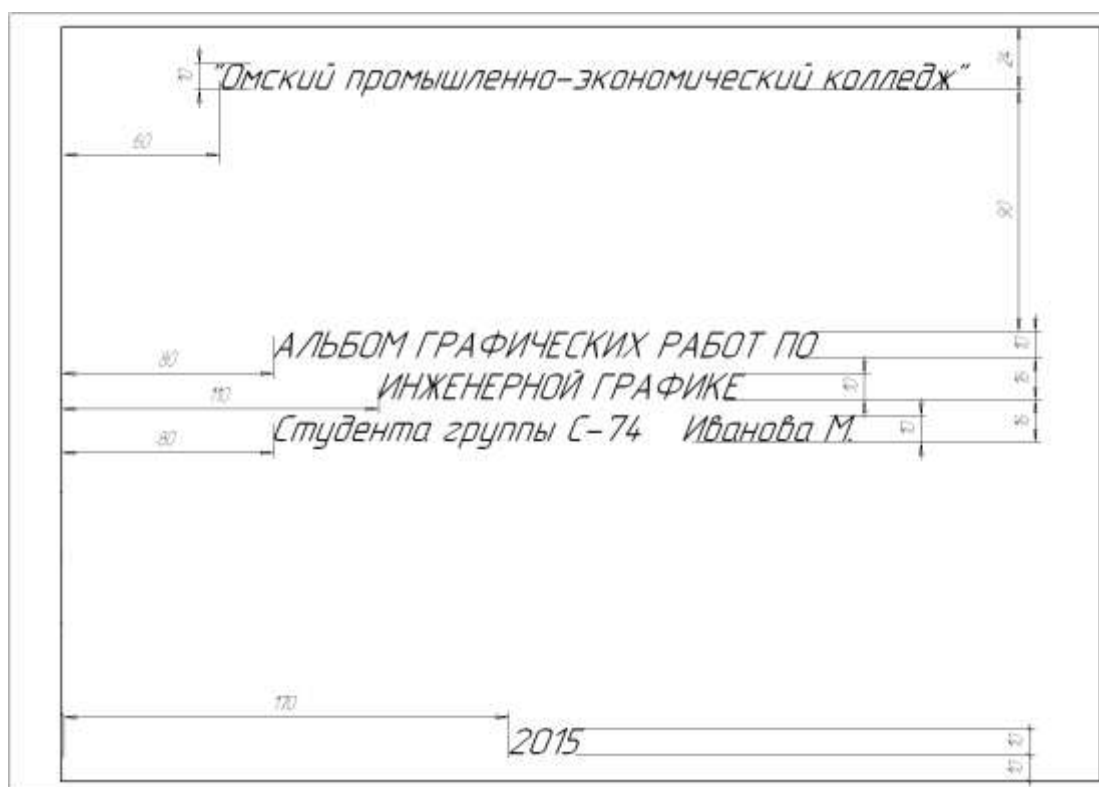

Рисунок 1 – Упрощенная вспомогательная сетка для написания чертежного шрифта
3.Выполнить правильно компоновку чертежа (проведите горизонтальные вспомогательные линии, ограничивающие высоту прописных и строчных букв шифра), рис.1;